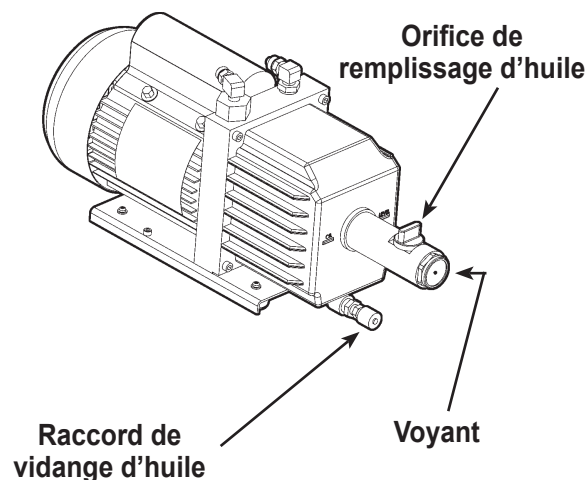

Figure 17
3. Reportez-vous à la Figure 17 et enlevez le bouchon en laiton de l'orifice de remplissage d'huile de la pompe à vide. (La pompe se vidange plus rapidement lorsqu'il y a aération.)